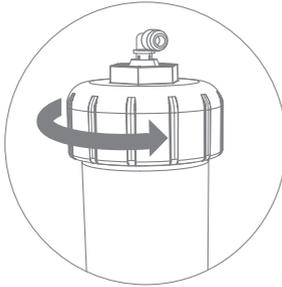
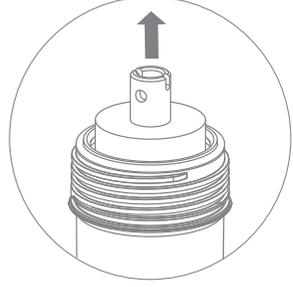

Рис. 30
Рис. 31
4. Открутите крышку корпуса (рис. 30), извлеките отработанную мембрану (рис. 31).